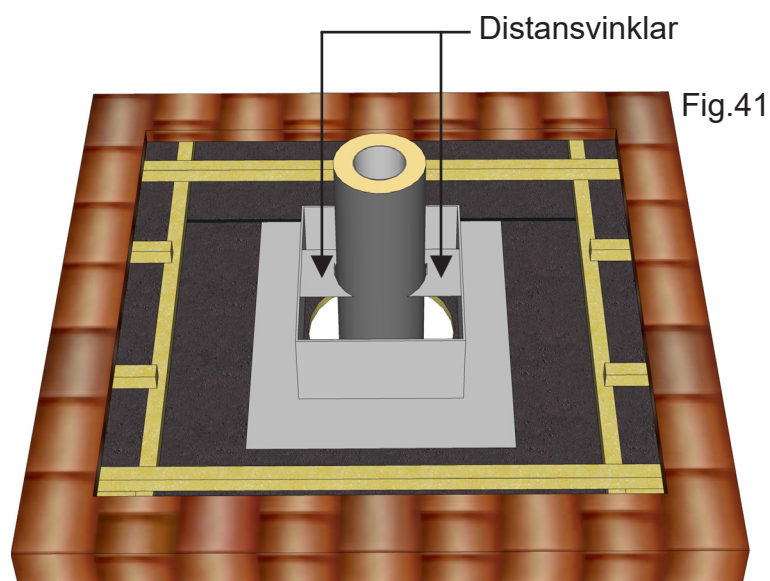

Fig.41
3. När underbeslaget är monterat skall strö och bärläkten spikas/skrivas tillbaka på ett sådant sätt att kondensvatten kan rinna under bärläkten och att takbeklädnaden kan läggas tillbaka och ligga stadigt (Se Fig 41). Det är viktigt att takbeklädnaden läggs tillbaka omsorgsfullt och nära underbeslaget så att inte underbeslaget som ska ligga ovanpå takbeklädnaden "viker" sig om inte erforderligt stöd finns under – för att förtydliga - tegel/betongpannor ska alltså kapas till för så tät anslutning mot underbeslaget som möjligt. För plåttak kan ett så snävt hål som möjligt tas i plåtsektionen innan den återmonteras över den uppstickande skorstensmodulen.